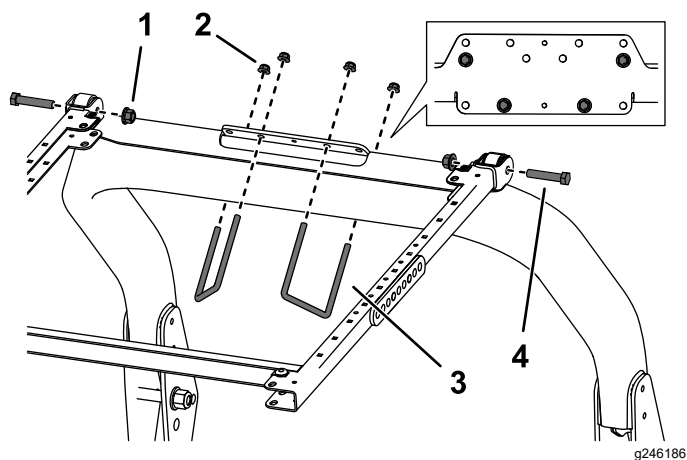

Рисунок 38
6. Установите монтажный кронштейн ROPS на верхнюю часть защитной дуги тягового блока (Рисунок 38). Убедитесь в том, что защитная
7. Используя монтажные отверстия, показанные на Рисунок 38, прикрепите каждый монтажный кронштейн ROPS к верхней части защитной дуги с помощью 2 U-образных болтов (3½ x 5 дюйма) и 4 фланцевых гаек.